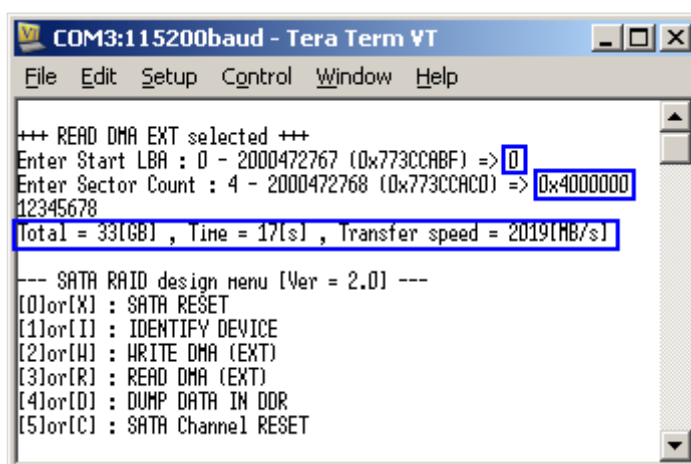
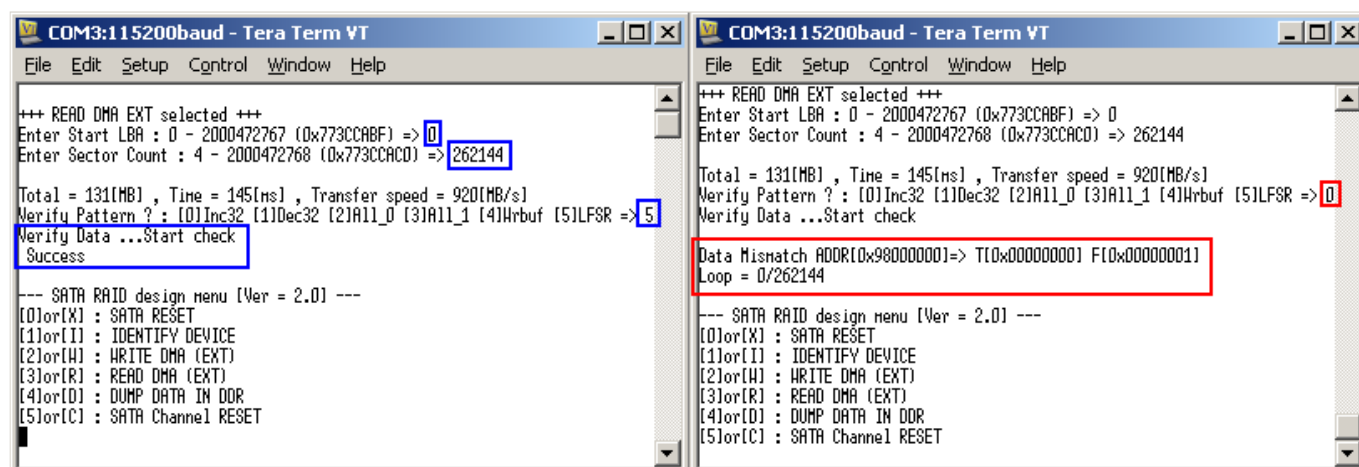

図 3-6: Sector Count が 262,144 を超える場合のリード・コマンド表示画面
図 3-7: Sector Count が 262,144 以下でベリファイを選択した場合の表示画面
- 3) Verify pattern : このメニューは Sector Count 数が262,144あるいはそれ以下の場合、図3-6のようにリード動作を実行した後に表示されます。指定するベリファイ・パターンはWRITE DMA (EXT)メニューにおけるWrite Patternと同じ6種類のテスト・パターンとなります。ベリファイを選択した場合、全データが一致すると図3-7左側のように”Verify Data ... Success”と表示されますが、不一致があった場合は図3-7右側のように”Data Mismatch”と表示されます。(Tの値が期待値でFの値が検出されたリード値です。)